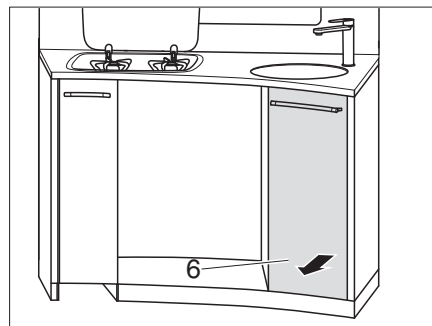

Bild 137 Hohe Küchenschublade herausnehmen
- Hohe Küchenschublade (Bild 137,6) herausnehmen.